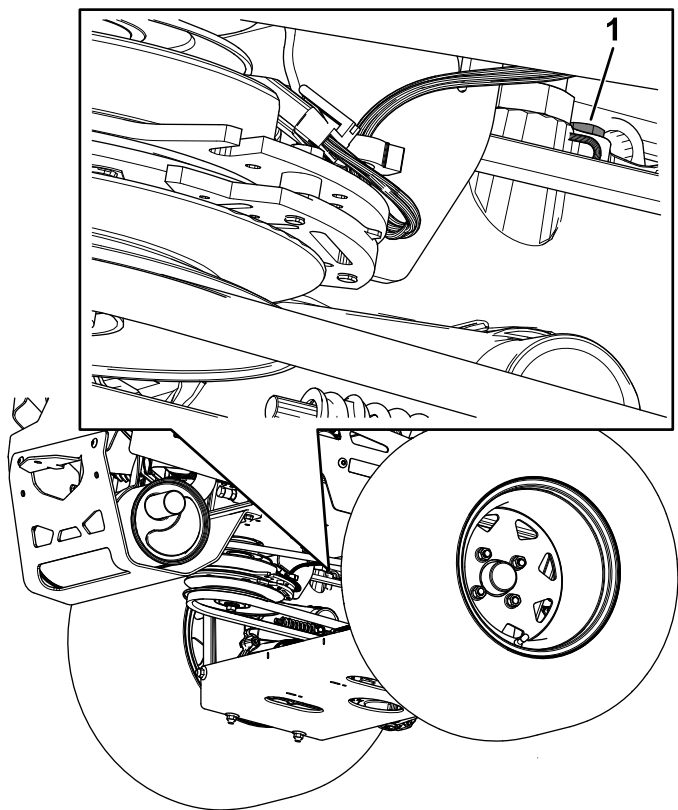

Figure 85
- **Transmisiones hidrostáticas ZT 5400:** utilice una llave de 7/16" para acceder al tapón de ventilación desde debajo de la máquina (Figure 85).